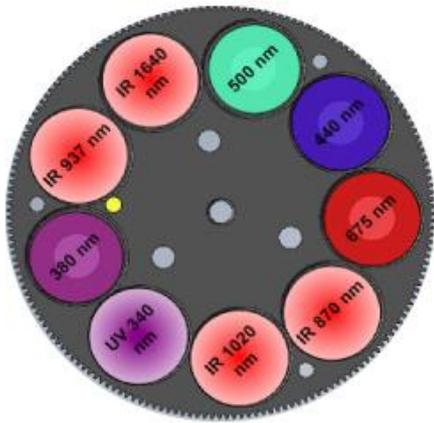

Figure 1 : Standard type (CE318-TS9)
- **Standard / CE318-TS9:** It uses 340, 380, 440, 500, 675, 870, 937, 1020 and 1640 nm filters (Fig.1).